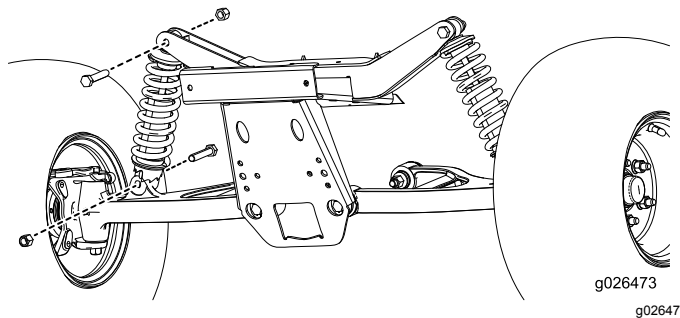

Figure 2
2. Déposez les amortisseurs actuels, comme montré à la Figure 2.